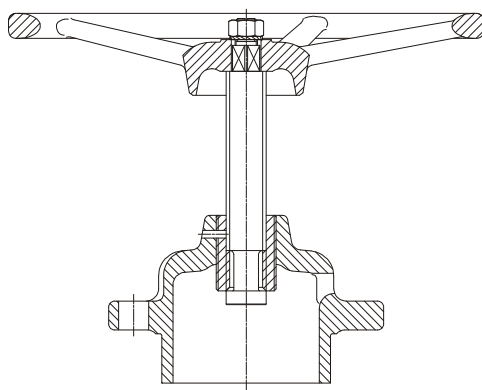

рис. 6
- зажать верхнюю часть в тисках и выдавить резьбовую втулку при помощи шпинделя и маховика (см. стр. 11 рис. 6)